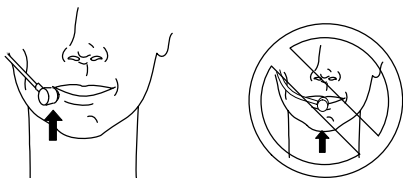

FIGURE 5. POSITION DU MICROPHONE DE CASQUE
2. Placer le microphone au coin de la bouche, à environ 1 cm (1/2 po) des lèvres. Voir figure 5.